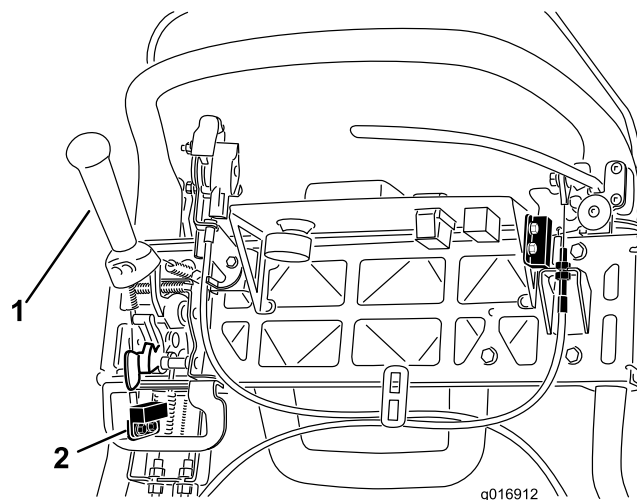

図 38
4. インタロックスイッチを固定しているねじをゆるめる（図 38）。
5. 走行レバーとインタロックスイッチとの間に厚さ 1.6 mmのすきまゲージをはさむ（図 38）。